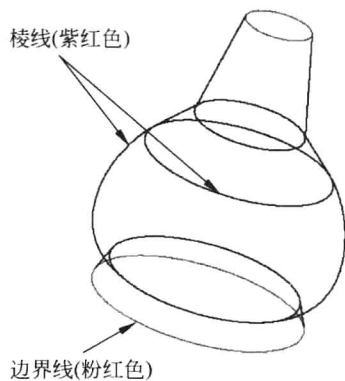

图 1.3.1
- 边界线。曲面的边界线在默认状态下为粉红色,也称为单侧边,其意义为该粉红色边的一侧为此特征的曲面,而另一侧不属于此特征的面,如图 1.3.1 所示。
- 棱线。曲面的棱线在默认状态下为紫红色,也称为双侧边,其意义为此紫红色边的两侧均为此特征的曲面,如图 1.3.1 所示。